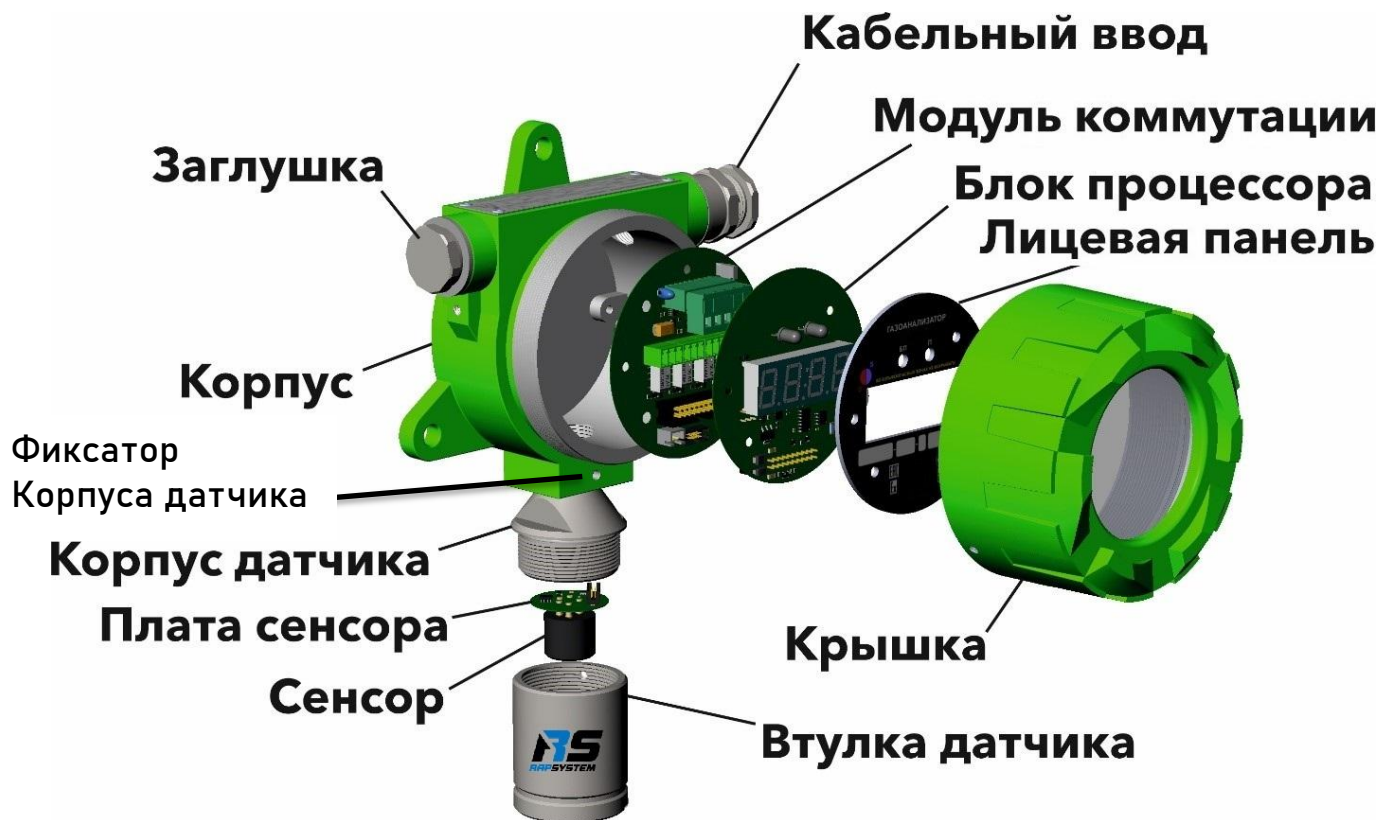

Рисунок 1
3.1.10 При разборке корпуса газоанализатора для доступа к сенсору (например, замене сенсора, чистке фильтра и т.д.) следует предварительно ознакомиться с устройством составных частей газоанализатора (рис. 1 и 1.1). Откручивать следует только деталь **Втулка датчика** (против часовой стрелки – ослабив фиксатор на втулке). Не следует откручивать детали **Корпус датчика**